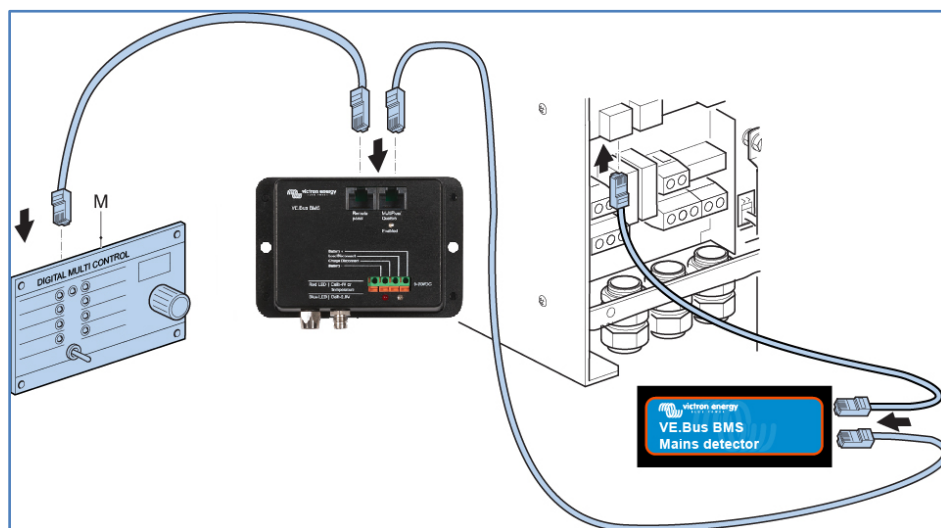

Abbildung 4: VE.Bus-Anschlüsse
- Verwenden Sie das kurze RJ45 UTP-Kabel, um den AC Detector mit einer der beiden VE.Bus Buchsen am Multiplus bzw. am Quattro zu verbinden (siehe Abbildung 4).